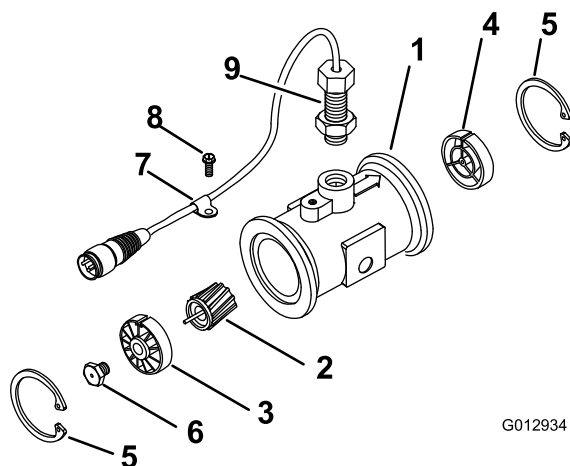

Рисунок 60
3. Снимите стопорное кольцо со стороны входа (Рисунок 60).